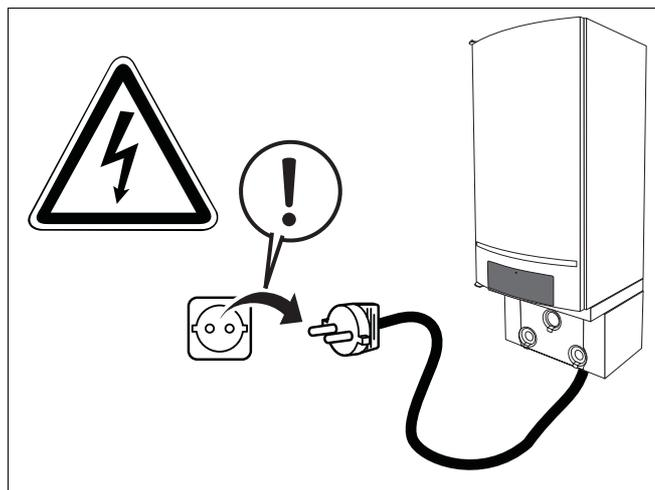

Fig. 73 Togliere la corrente dall'impianto di riscaldamento
- Togliere la corrente dall'impianto di riscaldamento (fig. 73).